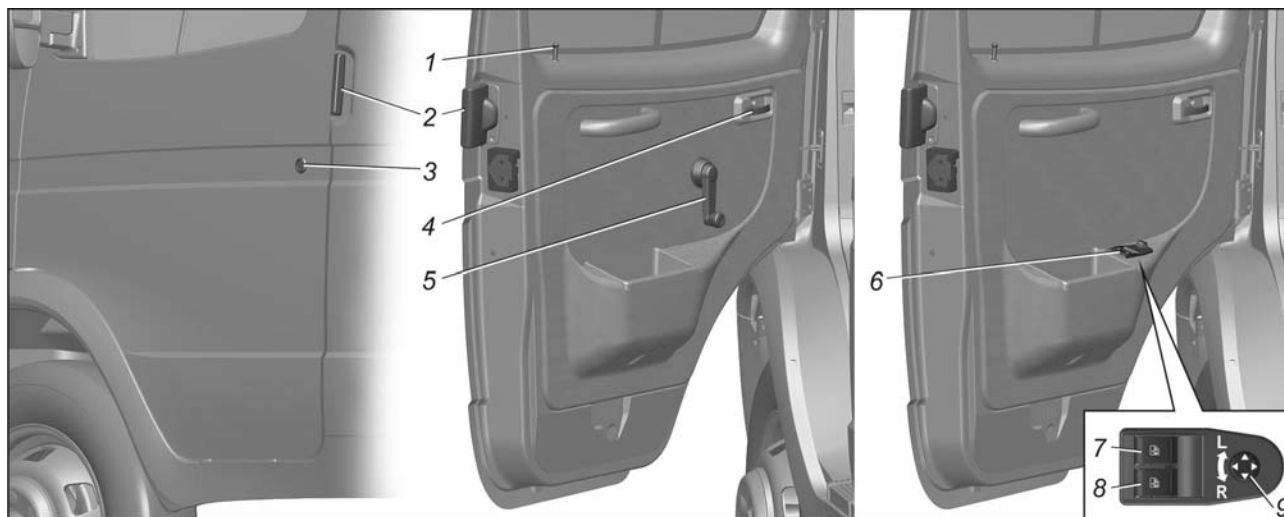

Рис. 6.1. Двери кабины:
**Двери.** Для открывания дверей кабины снаружи необходимо потянуть ручку 2 (рис. 6.1) на себя. Двери снабжены замками. Левая дверь запирается снаружи ключом, вставляемым в выключатель 3 замка.
Двери кабины оборудованы механическими стеклоподъемниками; управление стеклоподъемниками осуществляется ручками 5 (рис. 6.1).